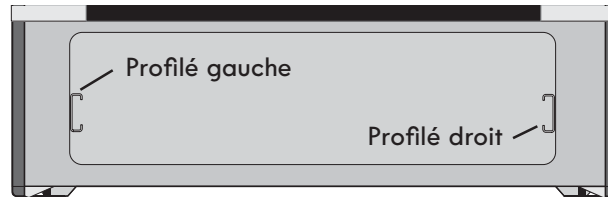

Figure 46 : Alignement des profilés
2. Alignez soigneusement les deux côtés des rails des glissières du tiroir chauffant avec les profilés des glissières du compartiment de la cuisinière prévu pour le tiroir chauffant (Figure 46).